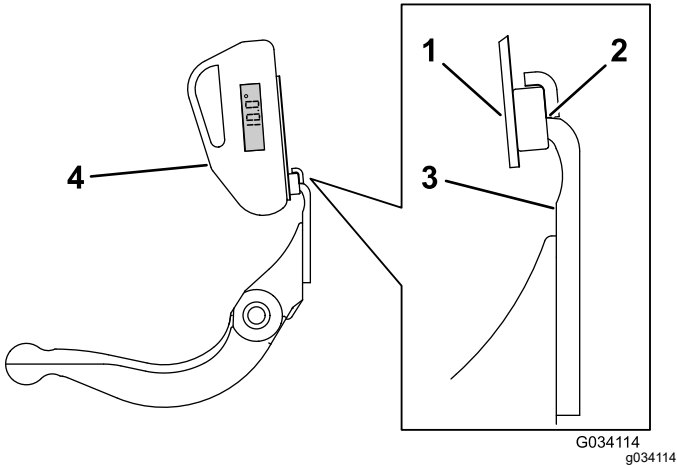

图 24
- 4. 如 图 24所示将角度指示器放置到底座上。
- 3. 将角度指示器底座放在底刀边缘上以使磁体边缘与底刀边缘紧密配合 图 24。